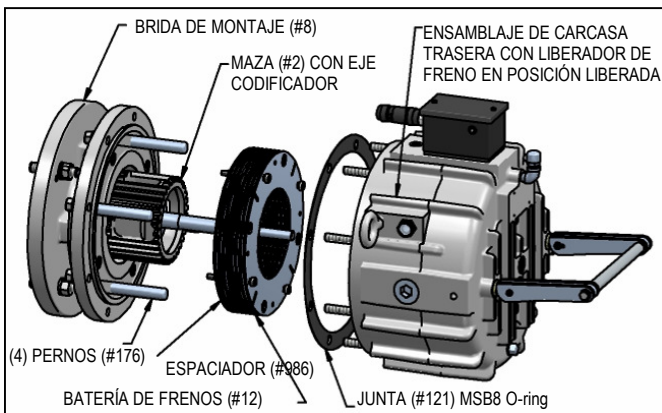

Figura 7.2 - Reemplazo de la Batería de Frenos (MSB8, MSB9 & MSB10)
#### Vea la Figura 7.2
1. Quite las (8) Tuercas Hexagonales (# 261) y (8) Rondanas de Presión (# 127) de los (8) Tornillos (# 72). Jale la Carcasa Trasera (# 9) de la Brida de Montaje (# 8). Quite la Junta (# 121) y deséchela.
2. La Batería de Frenos (# 12) ahora se puede quitar desatornillando los (2) Tornillos de ajuste que unen las Placas de la unidad a la Brida de Montaje (# 8). Jale la Batería de Frenos completa (# 12) de la Maza estriada (# 2) y los (4) pasadores (# 176). (Ver figura 7.2)